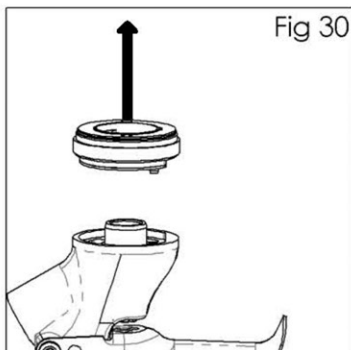

Fig 30
5. Entfernen Sie den Sprühkopf (9) und die Dichtung (10). (Siehe Abb. 30).